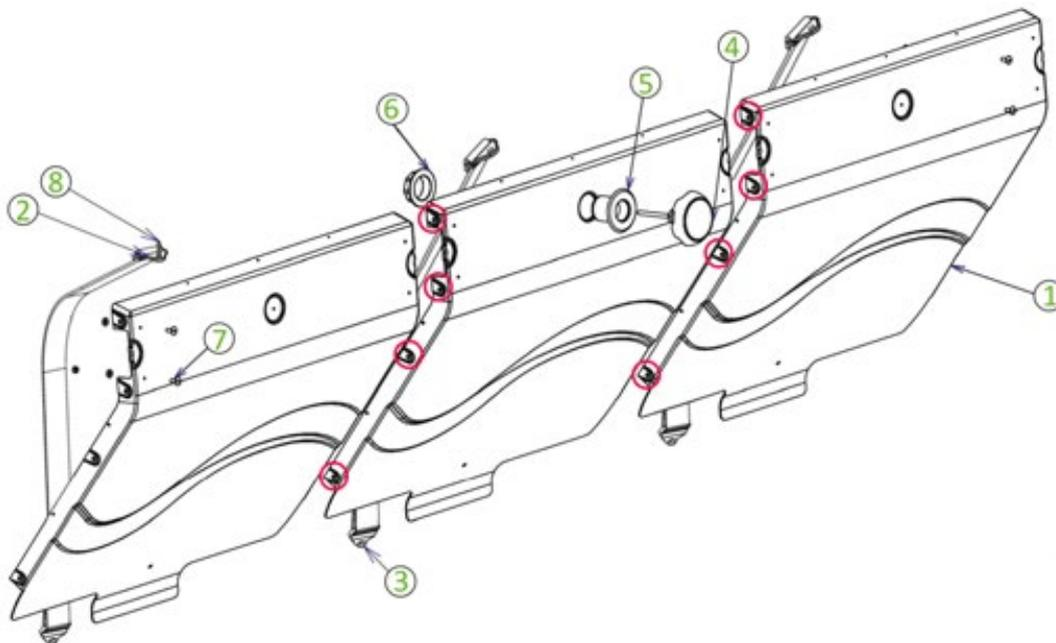

Figure 42 – Montage de la paroi de séparation et du projecteur
Les étapes de montage de la paroi de séparation et du projecteur sont illustrées à la Figure 42. La visserie nécessaire à ce montage se trouve dans le sachet Y.
Assemblez les trois modules (1) de paroi de séparation à l'aide de huit vis à tête hexagonale 8 × 20 en inox A4, et de huit écrous de diamètre 8 mm, en intercalant une rondelle de diamètre 8 mm de chaque côté de la paroi, soit un total de seize rondelles. Les emplacements de ces vis sur les parois sont signalés par huit cercles rouges à la Figure 42.